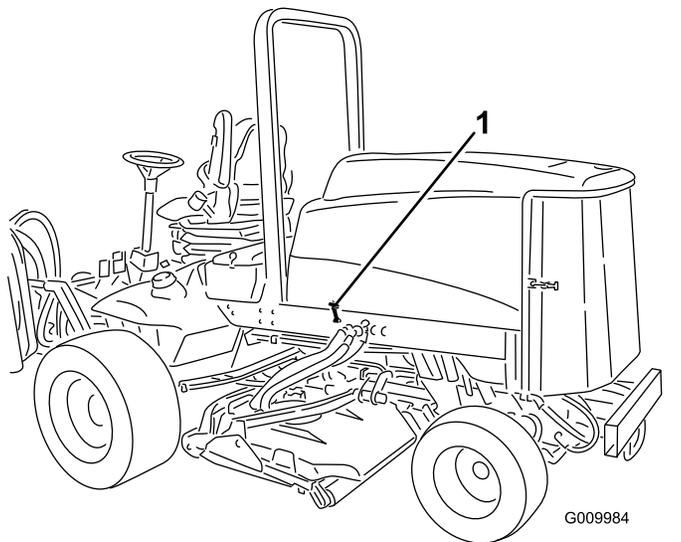

Рисунок 47
1. Откройте защелки капота (Рисунок 47) и откиньте капот.